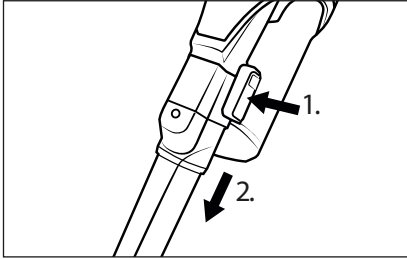

Fig. 15
- ◆ Para desmontar el accesorio, mantenga pulsado el botón de desencastre del accesorio y tire de este para extraerlo del tubo de aspiración 23 o del orificio de aspiración del aparato (consulte la fig. 15).